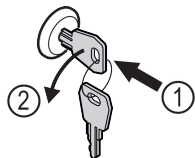

Fig. 123
- ▶ Sæt nøglen i. Fig. 123 (1)
- ▶ Drej nøglen 90° mod uret. Fig. 123 (2)